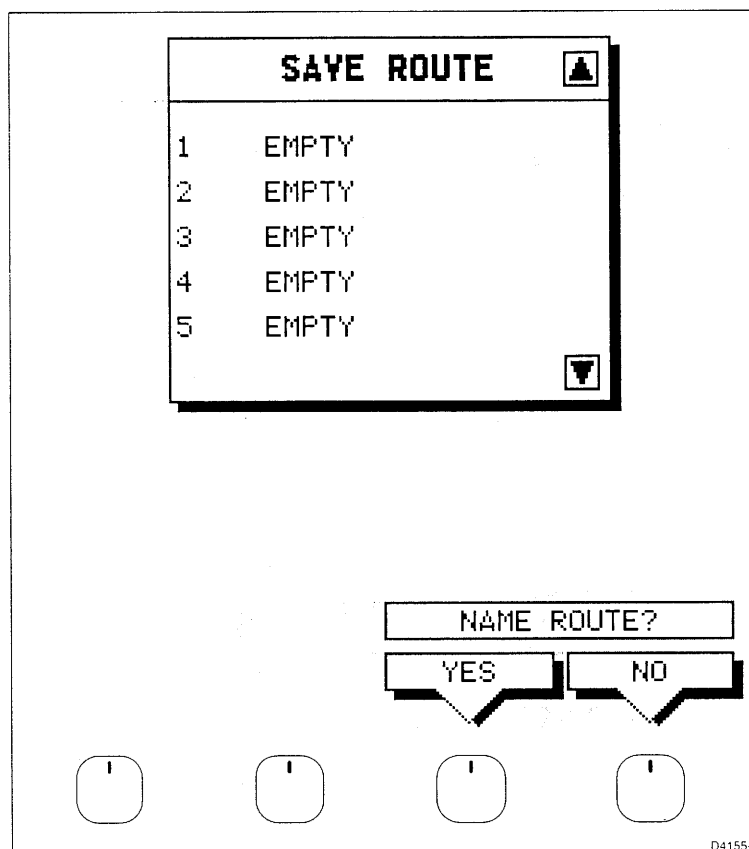

Abb. 5-5: Datenfenster ROUTE SPEICHERN
2. Drücken Sie die Softtaste ROUTE SPEICHERN. Das Routenliste-Pop-up und die Softtasten ROUTENNAME werden angezeigt (siehe *Abb. 5-5*).